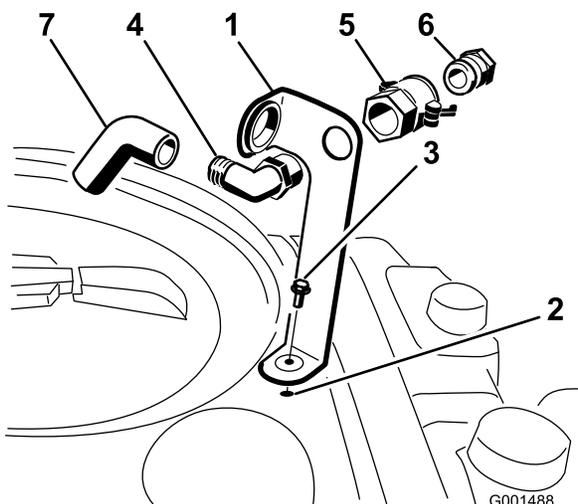

Figura 3
1. Coloque el soporte del dispositivo de llenado sobre el taladro roscado del depósito y fíjelo con una tuerca con arandela prensada (5/16 x 3/4 pulgadas) (Figura 3).
2. Pase el extremo roscado del codo de 90 grados por el soporte y enrosque sobre el mismo el acoplamiento rápido, fijándolo al soporte (Figura 3).
3. Instale el adaptador de manguera en el acoplamiento rápido (Figura 3).
4. Bloquee el adaptador en su sitio moviendo las palancas hacia el adaptador y luego fíjelas con los pasadores de horquilla (Figura 3).
5. Instale la manguera antisifónica a través de la abertura grande del soporte y en el extremo dentado del codo de 90 grados (Figura 3).